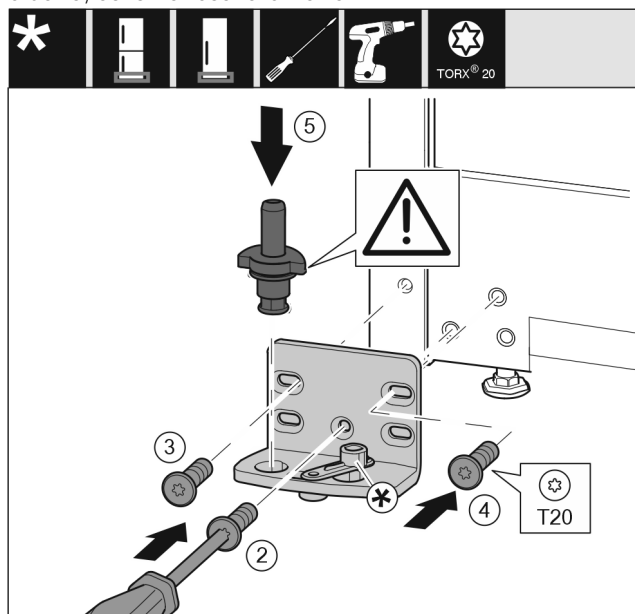

Fig. 17
- ▶ Helyezze fel a csapágybakot a másik oldalra, és csavarozza fel csavarhúzóval. Kezdje alul, a középső csavarral Fig. 17 (2).
- ▶ Húzza meg a csavart Fig. 17 (3) és a csavart Fig. 17 (4).
- ▶ Helyezze be teljesen a csapszeget Fig. 17 (5). Ügyeljen közben arra, hogy a reteszelő bütyök hátrafelé mutasson.